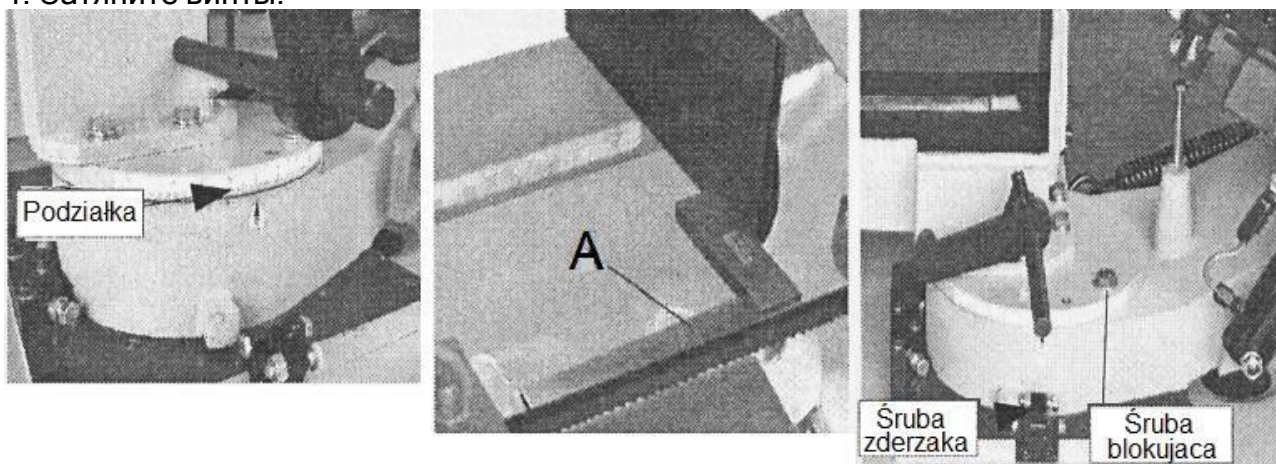

Рис.5 - Настройка перпендикулярного реза
3. Поместите квадрат (А на рис. 5) на станину напротив ленты и зафиксируйте губку тисков. Квадрат должен быть по всей длине челюсти и лезвия без перерыва. Если требуется регулировка, ослабьте стопорный болт, удерживающий поворотный диск, и поворачивайте стопорный болт над поворотным пильным диском, пока пильный диск не совместится с квадратом.